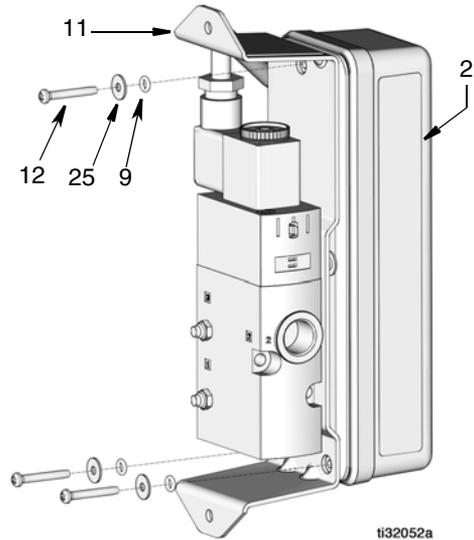

FIG. 2
3. Rimuovere le tre viti (12), le rondelle (25) e gli o-ring (9) che fissano la staffa del PAC (11) alla cassetta (2) (FIG. 2).